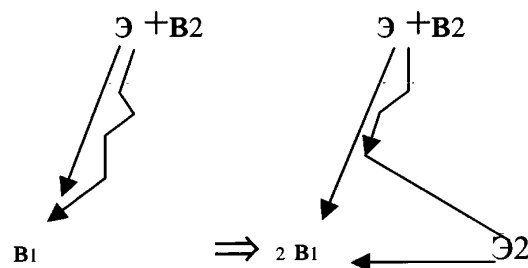

Рис.3
**Если между двумя веществами в вещественно-энергетической системе возникают сопряженные - полезное и вредное - действия, причем непосредственное соприкосновение веществ должно быть сохранено, задачу решают переходом к двойной вещественно-энергетической системе, в которой полезное действие остается за энергией Э1, а нейтрализация вредного действия (или превращение вредного действия во второе полезное действие) осуществляет Э2 (рис. 3).**